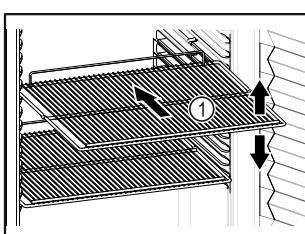

Fig. 82 例图
- 如果存放格栅 Fig. 82 (1)可移动，则根据高度进行调整。